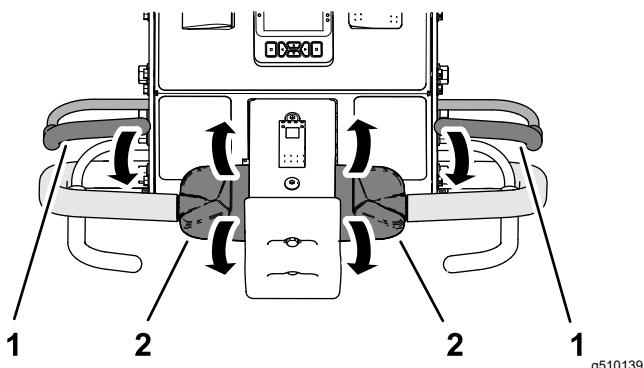

Figura 32
- Premete una qualsiasi delle barre di presenza dell'operatore contro la maniglia e ruotate il comando di trazione (Figura 32) in avanti o all'indietro, quindi avviate il motore.